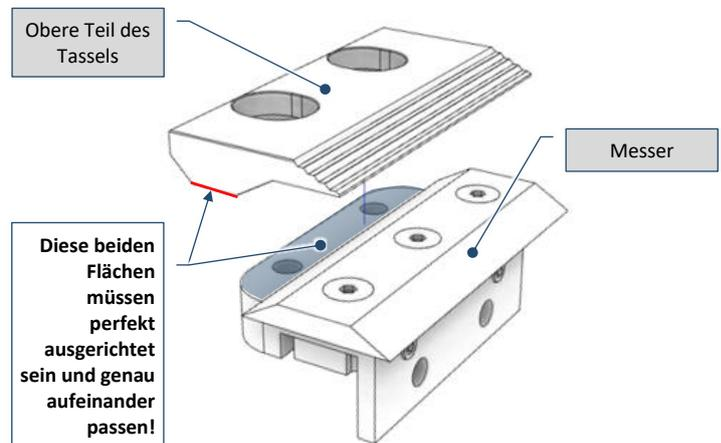

Abb. 9-29 – Detail des Klingenthalerblocks
- 5) Entfernen Sie den oberen Teil des Blocks, um Zugang zur Klinge zu erhalten (Abb. 9-29);